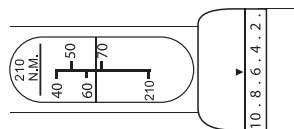

Fig. 2
- Ruotare l'impugnatura e impostare la scala dell'anello per l'impostazione micrometrica su "6". Ora la chiave torsiometrica è impostata su 66 Nm (fig. 2).